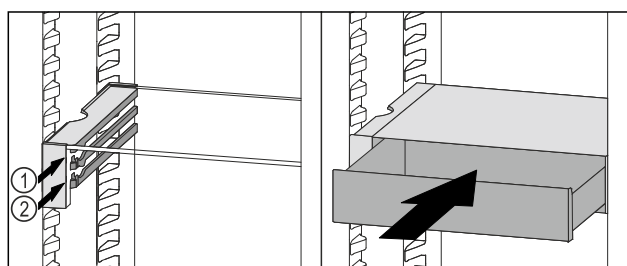

Fig. 177
- Nasaďte zásuvku VarioSafe za zářezky na požadovaném žebro Fig. 177 (1) nebo Fig. 177 (2).